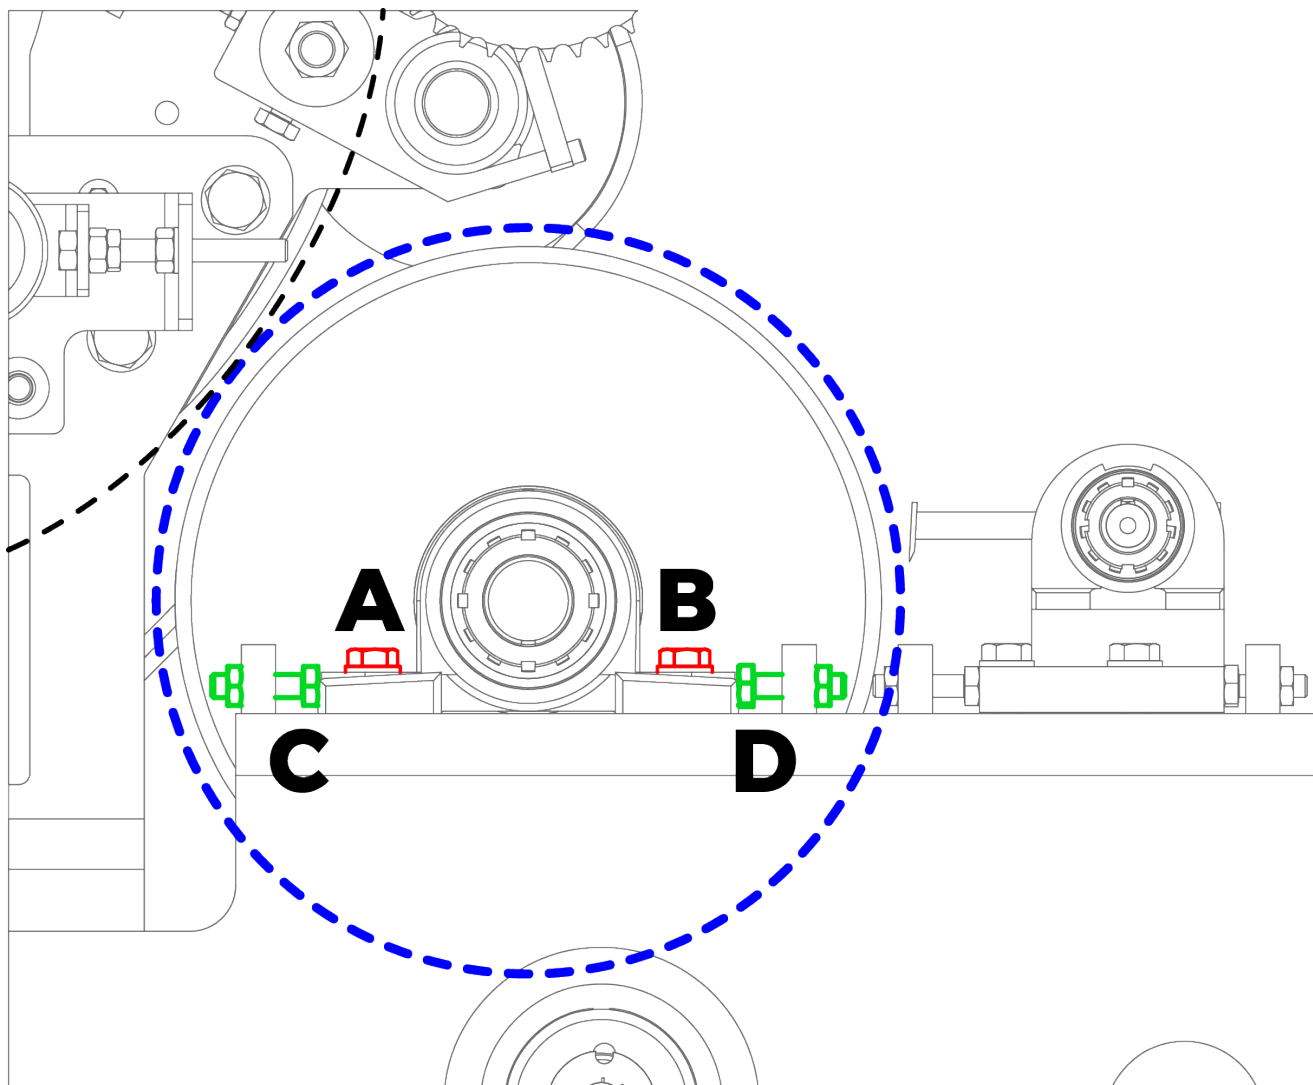

Figura 6.3.10 – Registrazione del pettinatore
Per impostare le distanze nella parte posteriore della Macchina occorre inizialmente registrare la distanza tra il cilindro principale e il pettinatore (evidenziato in **blu** nella Figura 6.3.10).
- Allentare le due viti di bloccaggio su entrambi i lati (simboli **A** e **B** nella Figura 6.3.10).
- Regolare la distanza agendo sulle viti di registro (simboli **C** e **D** nella Figura 6.3.10).
- Dopo aver impostato la corretta distanza su entrambi i lati del rullo serrare le viti di bloccaggio (simboli **A** e **B** nella Figura 6.3.10).
- Serrare i dadi e i controdadi delle viti di registro (simboli **C** e **D** nella Figura 6.3.10).